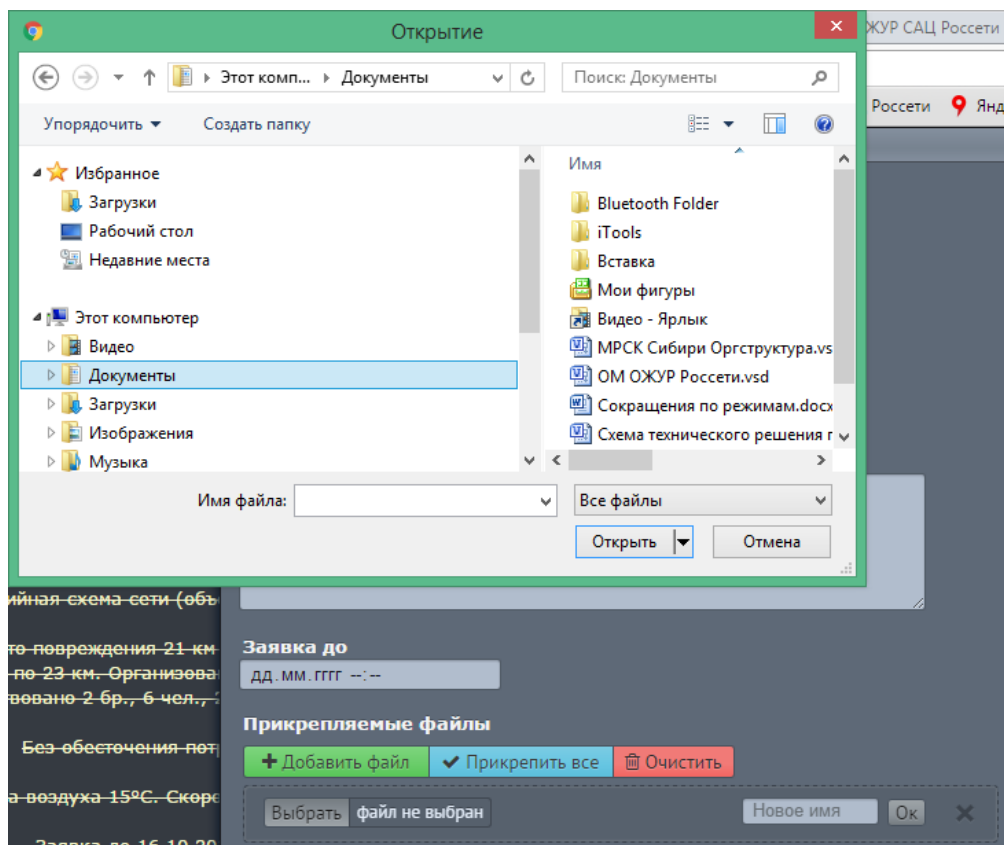

Рисунок 46 – Проводник Windows
- Чтобы выбрать файл, нажмите кнопку «Выбрать». Откроется Проводник Windows (Рисунок 46):